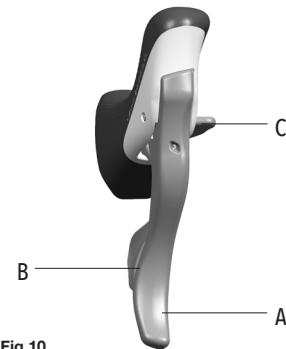

Fig.10
- Le levier B (Fig. 10) de la poignée droite agit sur le dérailleur arrière et fait grimper la chaîne sur le pignon supérieur.
- Le levier C (Fig. 10) de la poignée droite agit sur le dérailleur arrière et fait glisser la chaîne sur le pignon inférieur.
- On peut déplacer les leviers B et C (Fig. 10) de la poignée droite de plusieurs crans à la suite et faire monter (3 pignons maximum) ou descendre (maximum 3 pignons pour Ergopower Ultra Shift) la chaîne en un seul mouvement.